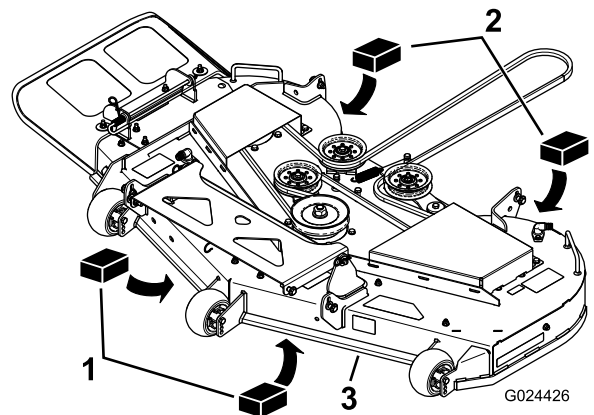

Figura 71
3. Coloque dois calços de 6,6 cm de espessura cada debaixo de cada lado da extremidade frontal da plataforma, mas não debaixo dos suportes do rolo antidanos (Figura 71).
4. Coloque dois calços de 7,3 cm de espessura cada debaixo da extremidade traseira da aba da plataforma de corte, um em cada lado da plataforma de corte (Figura 71).